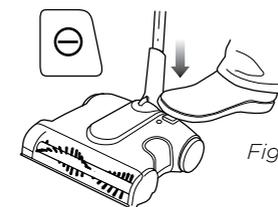

Fig. 4
- 1** Appuyez sur le bouton Power (mise en marche) pour mettre l'appareil en marche. Une fois le nettoyage terminé, appuyez sur le bouton Power (mise en marche) de nouveau pour éteindre l'appareil. **(Fig. 4)**